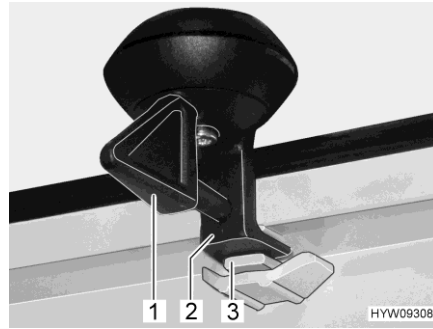

Bild 82 Lås (ventilationsläge)
- Vrid spaken (Bild 82,1) ett kvarts varv. Låset (Bild 82,2) måste glida in i det övre spåret (Bild 82,3).